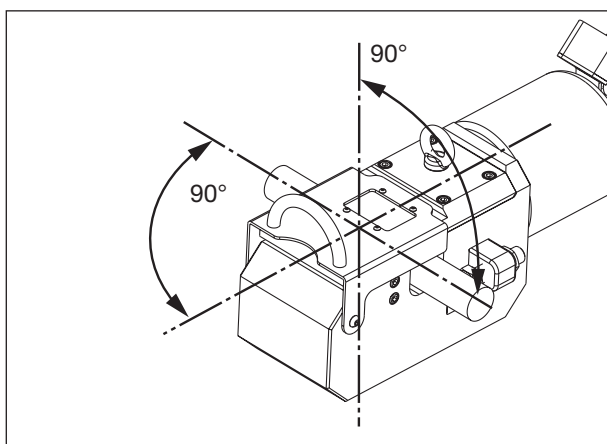

図9:カッティングヘッド内の材料の配置
切断対象の材料を両方のカッターブレードの間に配置して、図9に示すようにピストン軸に直交するようにします。これにより、最良の切断品質が得られるとともにカッターへの負荷量も最小限に抑えることができます。
4. 切断対象の材料を固定ブレードと可動ブレードの間に置きます。図9に示すようにピストン軸に直交するようにします。追加情報については、セクション8.5の指示内容を参照してください。